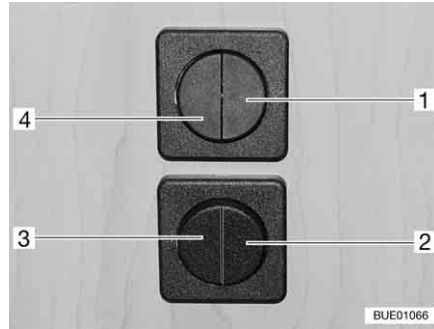

Bild 51 Lichtschalter
- Beleuchtung Sitzgruppe (Bild 51,1)
- Beleuchtung Einstieg (Bild 51,2)
- Beleuchtung Vorzelt (Bild 51,3)
- Beleuchtung Wohnbereich (Bild 51,4)